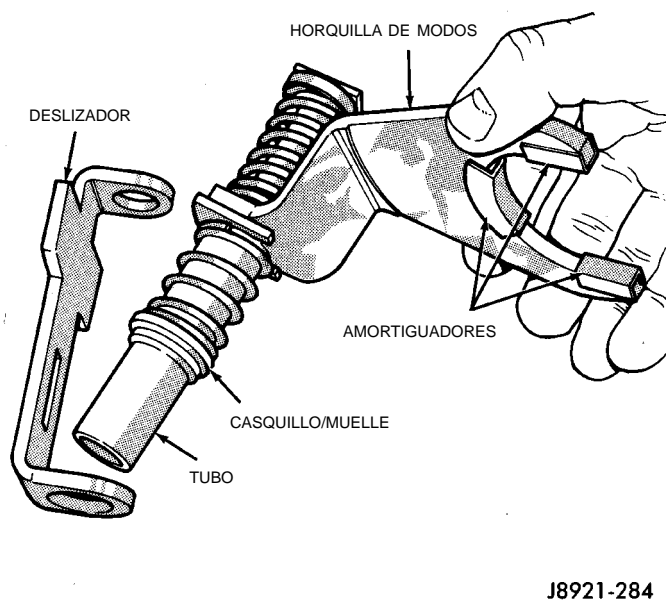

Fig. 77 Inspección del conjunto de horquilla de modos
(14) Inspeccione el conjunto de la horquilla de modos (Fig. 77). Reemplace los amortiguadores y el casquillo si fuese necesario. Reemplace el tubo de la horquilla si los casquillos interiores del tubo están desgastados o dañados. Verifique también los muelles y el soporte del deslizador (Fig. 77). Reemplace los componentes desgastados y dañados.